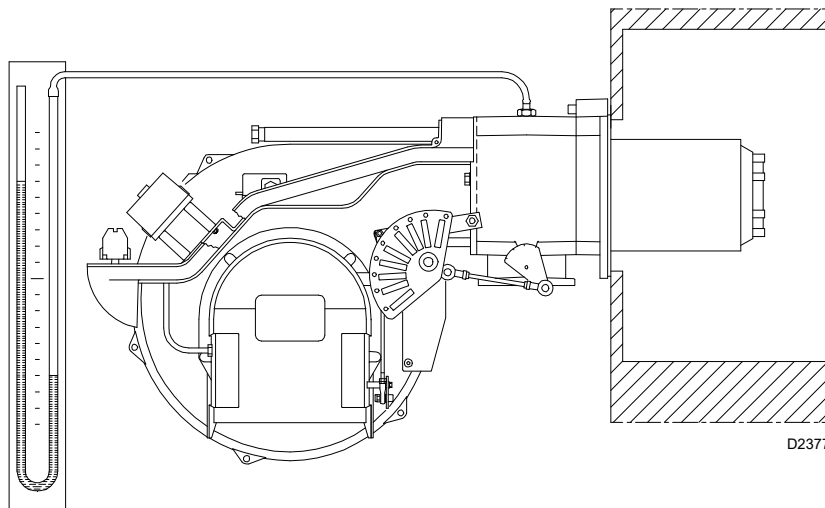

Fig. 25
- Purgar el aire del tubo de la rampa de gas conectando un tubo de plástico a la toma de presión 1)(Fig. 25) del presostato gas de mínima.
- Instalar un manómetro de tubo en “U” (Fig. 25) en la toma de presión del gas del manguito. Se utiliza para obtener aproximadamente la potencia MÁX del quemador mediante las Tab. J en pág. 22.
La llegada de gas al manguito puede observarse en el manómetro en U (Fig. 25 en pág. 26).